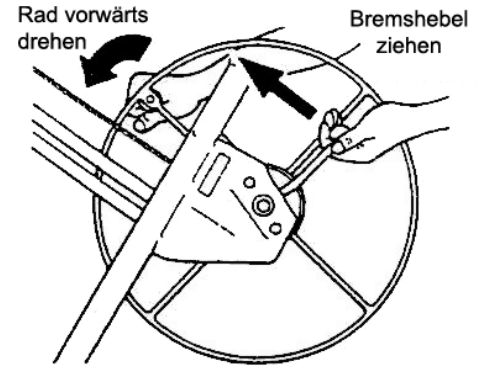

Bild 2
- a. Halten Sie das Windenrad und Bremshebel wie in Bild 2. gezeigt. Drehen Sie das Rad langsam vorwärts während Sie den Bremshebel langsam lösen.